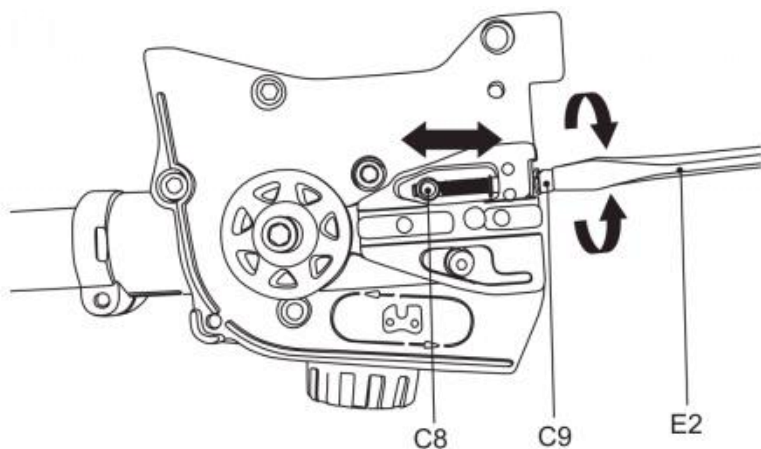

Fig. 9
5) Använd skruvmejseländan på multiverktyget (E2) för att vrida kedjespänningsskruven (C9) moturs, varefter spännstiftet (C8) flyttas åt vänster. Om kedjespänningsskruven (C9) vrids medurs, flyttas spännstiftet (C8) åt höger. (Bild 9)